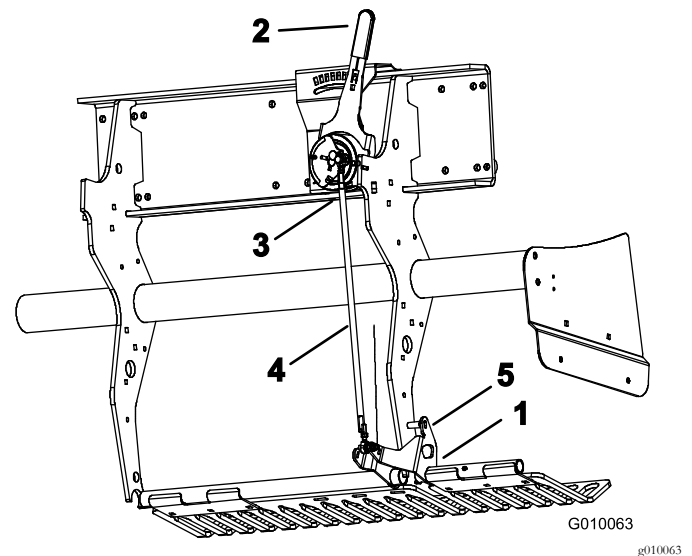

Figura 58
2. Gire el soporte de montaje izquierdo del protector de césped (Figura 58) hacia arriba hasta que pueda introducir un pasador (broca o tornillo de caperuza de 5/16) entre el soporte y el tubo de ajuste de profundidad soldado al bastidor.
3. Mueva la palanca de profundidad de aireación (Figura 58) al ajuste H (mayor profundidad).
4. Desconecte el interruptor de bola externo (Figura 58) del arnés de cables (interruptor de cabezal bajado).
5. Afloje las contratueras (izquierda y derecha) del tirante de ajuste de profundidad (Figura 58).